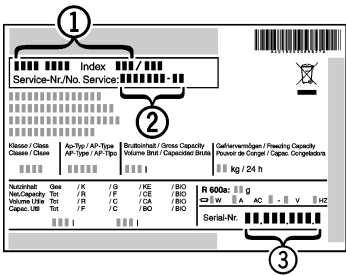

Fig. 9
► Denominación del aparato *Fig. 9 (1)*, nº del servicio técnico *Fig. 9 (2)* y nº de serie *Fig. 9 (3)* en la placa de identificación. La placa de identificación se encuentra en la parte interior izquierda del aparato.
- Informe al servicio postventa e indique el fallo, la denominación del aparato *Fig. 9 (1)*, el nº del servicio técnico *Fig. 9 (2)* y el nº de serie *Fig. 9 (3)*.